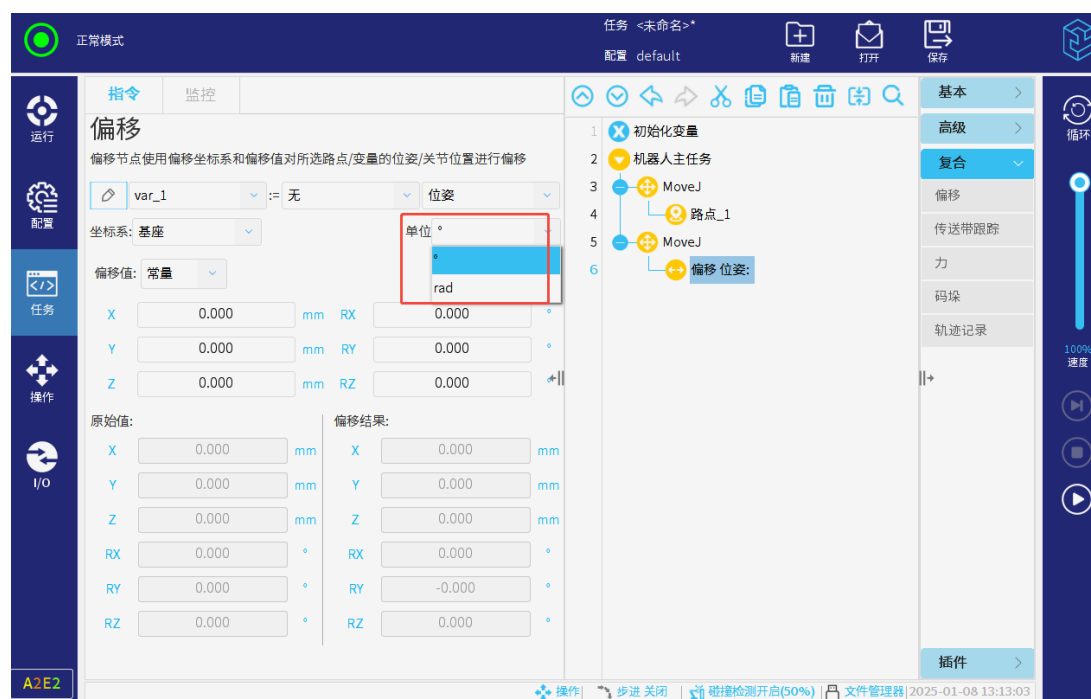

图 3-120: 选择角度数据单位
- 选择度【°】或弧度【rad】作为偏移数据、原始值或偏移结果数据中角度的单位类型，如图 3-120所示。